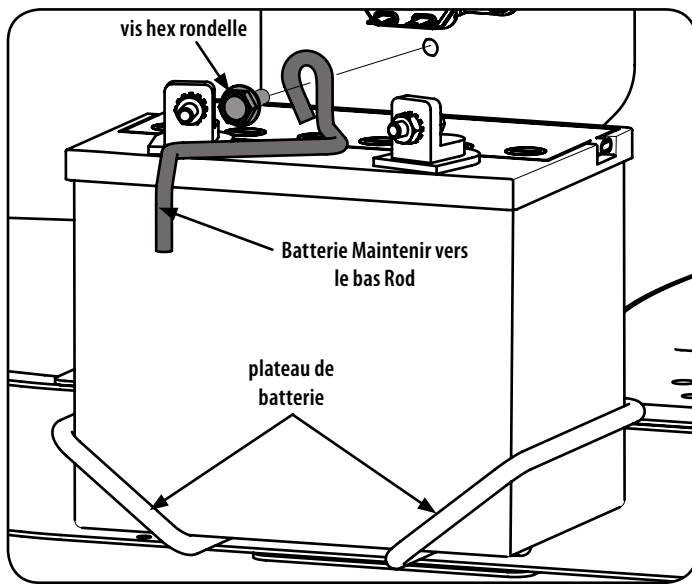

Figure 42
2. Retirez la vis hexagonale de rondelle de fixation du serre-flan tige de la batterie au châssis. Voir Figure 42.
4. Pour réinstaller la batterie, placez-le dans le bac de la batterie et fixer en place avec la tige de retenue batterie et vis hex de rondelle. Voir Figure 42.